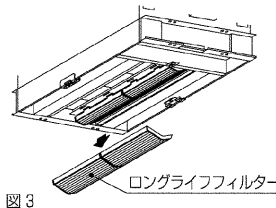

図3
(1) ロングライフフィルターの取外し
①フィルターボックスよりロングライフフィルターを取外します。（図3）